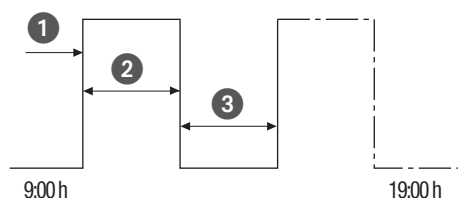

Fig. 32: Conexión por ciclo
- (Fig. 32/①) Hora de inicio
- (Fig. 32/②) Duración ON = conexión ON
- (Fig. 32/③) Duración OFF = conexión OFF